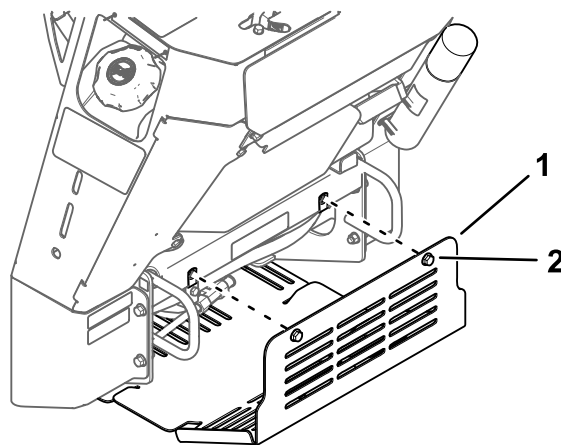

Figura 20
3. Allentate uno dopo l'altro i 2 bulloni che fissano lo schermo inferiore, fino a liberare completamente lo schermo (Figura 20).